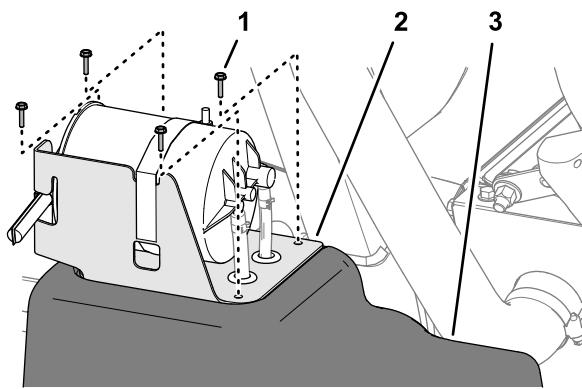

Figura 125
5. Alinee los orificios del soporte del cartucho de carbón con los orificios del depósito de combustible (Figura 125).
6. Monte el soporte en el depósito (Figura 125) con los 4 tornillos (N.^o 10 x ¾").